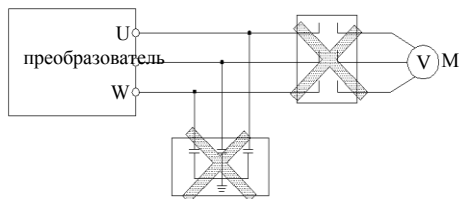

Рис.3-6 Запрещено использовать пускатель и поглощающий конденсатор
- (1) Убедитесь, что питание было полностью отключено за 10 или более минут до электромонтажа, в обратном случае есть опасность поражения электрическим током.
- (2) Запрещено подключать кабель питания к выходам U, V, W.
- (3) При наличии утечки тока в преобразователе, для обеспечения безопасности необходимо заземлить и преобразователь, и двигатель, см. пункт 8 Главы 3.4.1 о монтаже заземления.
- (4) Перед отправкой было проведено испытание на сопротивление сжатию, и пользователю нет необходимости проводить его снова.
- (5) Не добавляйте поглощающий конденсатор или другое поглощающее устройство типа резистора-конденсатора между преобразователем и мотором; также не нужно добавлять электромагнитный контакт. Если необходимо добавить контактор или какое-либо другое переключающее устройство, убедитесь, что преобразователь приостановлен и без выходного сигнала, как показано на рис.3-6.
- (6) Для обеспечения защиты преобразователя от сверхтоков на выходе и удобное обслуживание в выключенном состоянии, он должен быть подключен к источнику питания через переключатель или пускатель
- (7) Для управляющего сигнала выбрать многожильный витой или экранированный провод. Один конец экранирующего слоя висит в воздухе, а другой конец подключить к клемму заземления преобразователя, соединительный провод короче 20м.